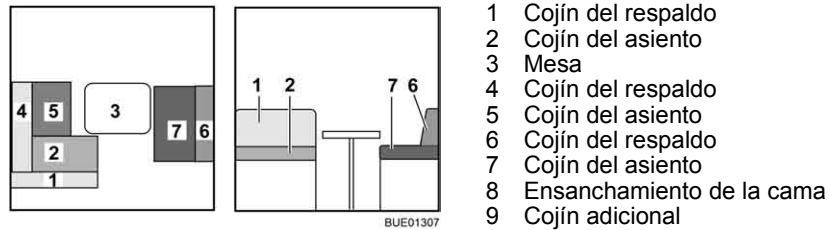

Fig. 143 Antes de la transformación
- Transformar la mesa (Fig. 143,3) en base de cama (véase apartado 6.11).
- Quitar el cojín del respaldo (Fig. 143,1) y ponerlo a un lado.